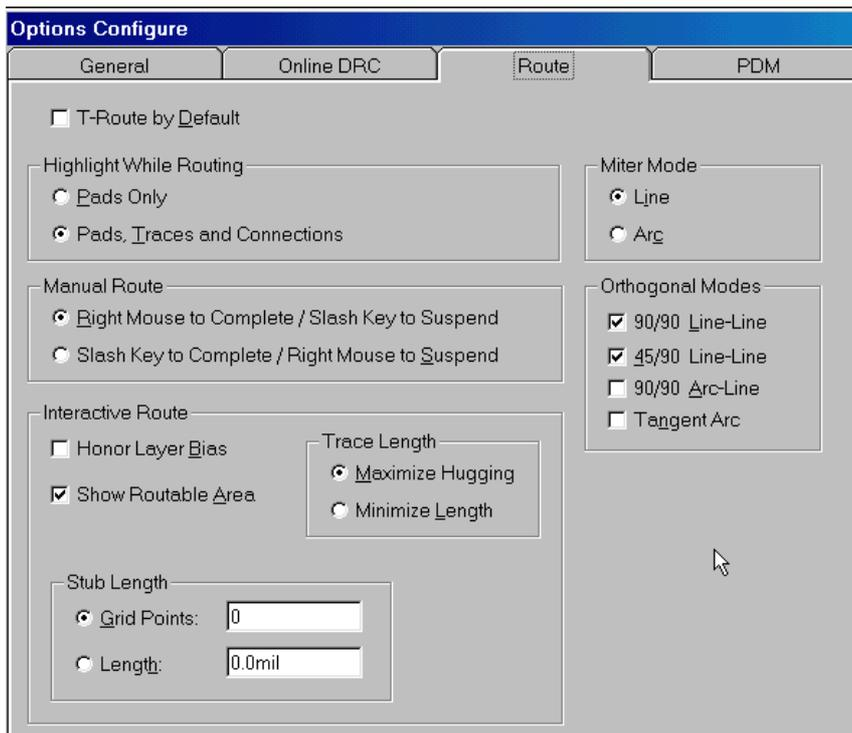

Рис. 7-4. Установка параметров трассировки
2) Установите параметры и флажки на ней, как показано на рис. 7-4.